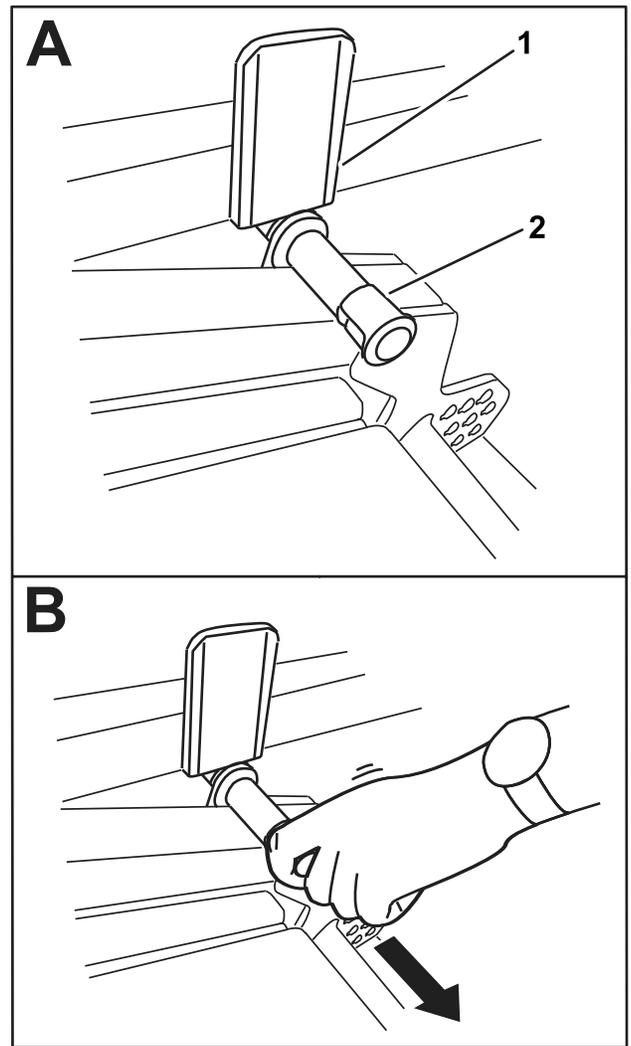

图 42
2. 缓慢向下旋转滚刀组直至柱销接触到提升臂板图 42 中的 A。
3. 用脚向下踩滚刀组然后拉出销图 42 中的 B 让滚刀组固定到行驶位置。